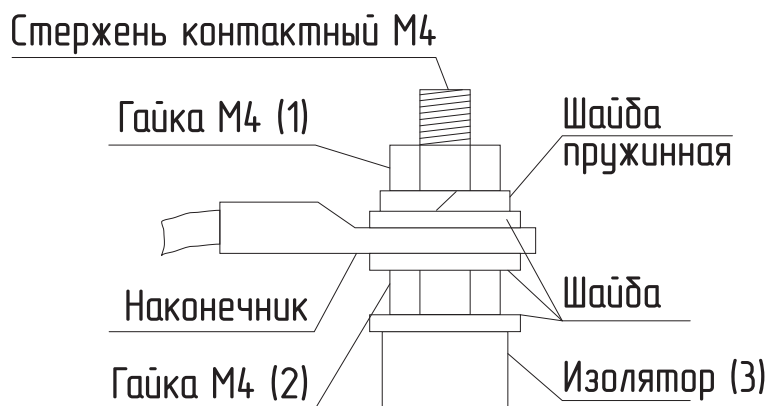

Рис.10 Присоединение проводов к выводам блок ТЭН
- периодически (не реже одного раза в год и перед каждым отопительным сезоном) проводить визуальный осмотр электрических контактов, зачищать их и производить протяжку с усилием: Гаек на контактных стержнях ТЭН с усилием 1,8 Нм (**см. Рис.10**); Винты контактов автомата и блока силового с усилием 2,5 Нм.
- при замене блок ТЭН присоединение фазных проводов к выводам блок ТЭН производить согласно **Рис.10**. Сечение кабеля указано в **Таб.1**;
- провод нейтрالي N подключить на перемычку блока ТЭН (**Рис.10**).